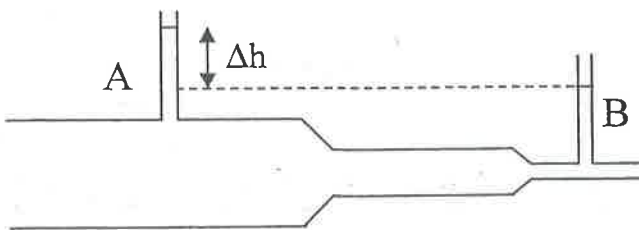

Figura 1
1.- La Figura 1 muestra un tramo de una conducción lisa inclinada 30° respecto a la horizontal de secciones rectas 15 cm^2 (parte ancha) y 5 cm^2 (parte estrecha). Circula agua en sentido ascendente a razón de 3.6 l/s . Ninguno de los dos extremos está abierto a la atmósfera. Prescindiendo de la viscosidad, calcular: